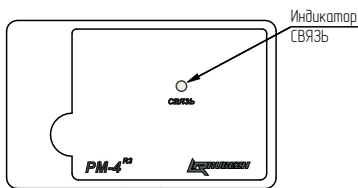

Рисунок 1
- открыть крышку (рисунок 1), нажав на защелки замков;